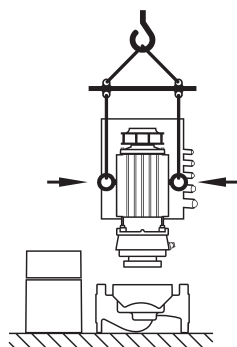

Fig. 25: Transport utičnog sklopa
- Ako su transportne ušice premeštene ili treba da se premeste sa priрубnice motora i montiraju na kućište motora, onda smeju da se koriste isključivo za nošenje, odnosno transport utičnog sklopa (Fig. 25), ali ne i za transport cele pumpe, niti za odvajanje utičnog sklopa iz kućišta pumpe (prilikom demontaže i sledeće montaže treba voditi računa o odstojniku).